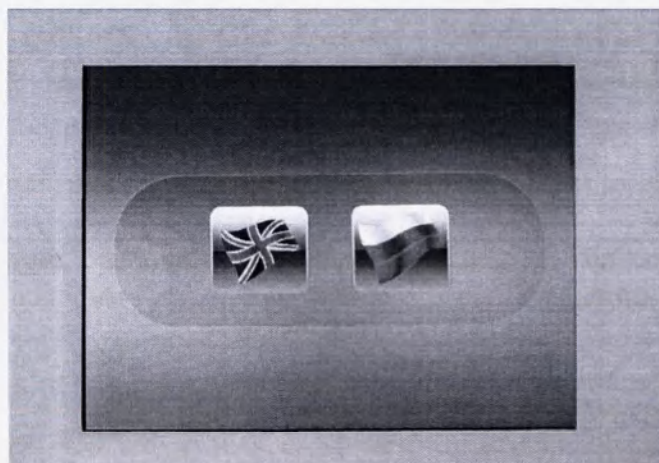

Рис. 6.
7.5. После включения аппарата на экране появляется заставка загрузки. По окончании загрузки (20 -40 секунд) Вам будет предложено выбрать язык экспейса рис.6.